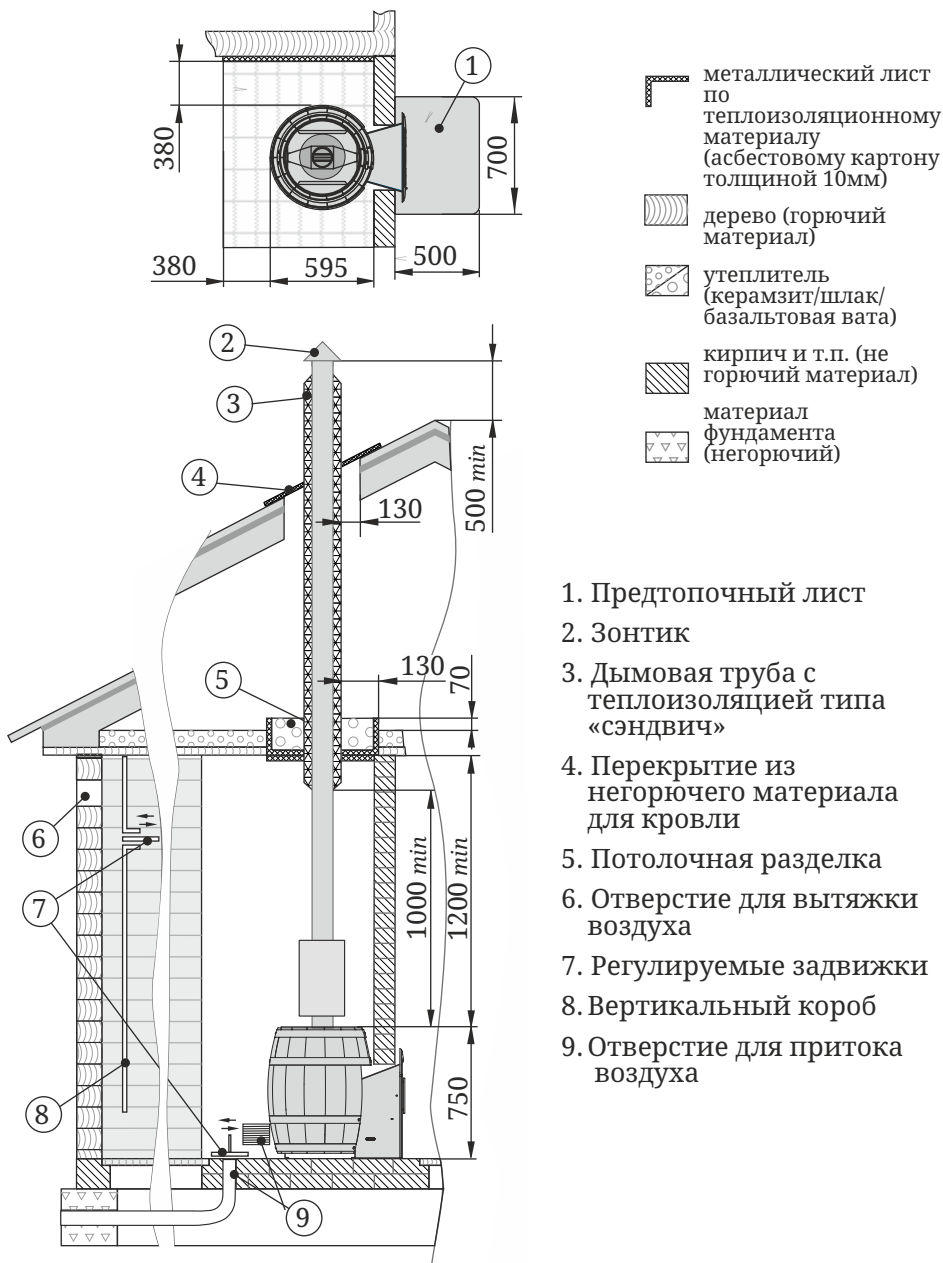

Рисунок 5. Монтаж печи «Вариата Баррель Inox Витра» в помещении из горючих материалов (дерева) с установкой на основание из негорючего материала
- пол из горючих и трудногорючих материалов перед дверцей топки — металлическим листом размером 700×500 мм (рисунок 5).
Для обеспечения надежного воздухообмена в парилке рекомендуется организовать приточно-вытяжную вентиляцию (см. рисунок 5).